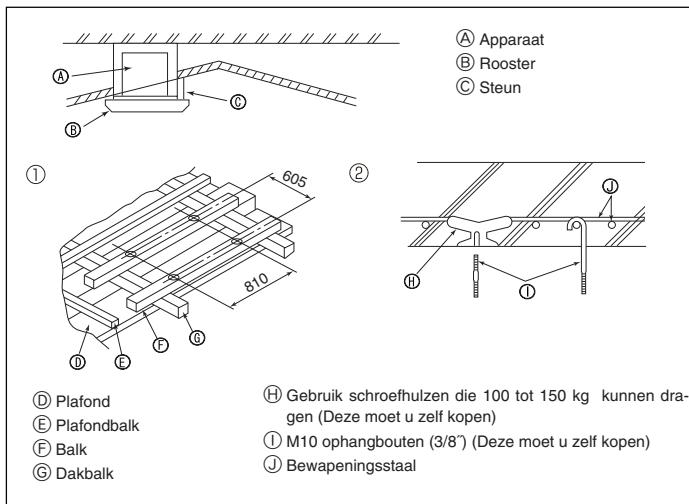

Fig. 3-5
⑫ Uitgesneden opening ø100
⑬ Plafond
3.5. Ophangconstructie (Zorg dat u een stevige constructie maakt daar waar u het apparaat ophangt) (Fig. 3-5)